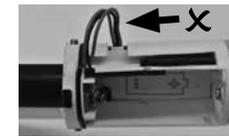
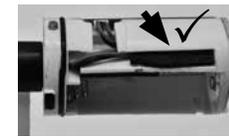

Abb. 15
Abb. 16
⑭ Kabel über die Steckerverbindung mit der Platine verbinden und das überschüssige Kabel in die dafür vorgesehene Seitentasche verstauen (Abb. 15/Abb. 16).